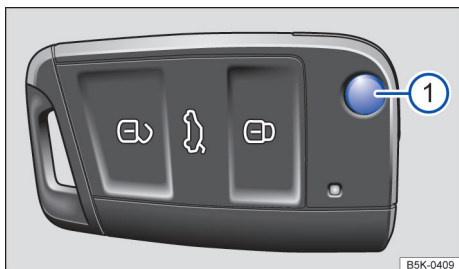
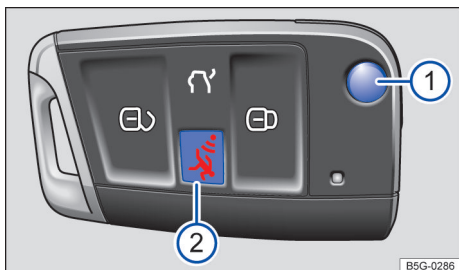

Fig. 58 Chave do veículo.
Fig. 59 Chave do veículo (dependendo da versão, com botão do alarme).
Pressionando o botão → Fig. 58 ① ou → Fig. 59 ①, a haste da chave é destravada e rebatida para fora.
i Se os botões da chave do veículo → Fig. 58 ou → Fig. 59, ou um dos botões do travamento central → Página 81 forem acionados repetidas vezes em curto intervalo de tempo, ocorrerá um desligamento temporário do travamento central para proteção contra sobrecarga. Nesse caso, o veículo fica destravado. Travar o veículo se necessário.